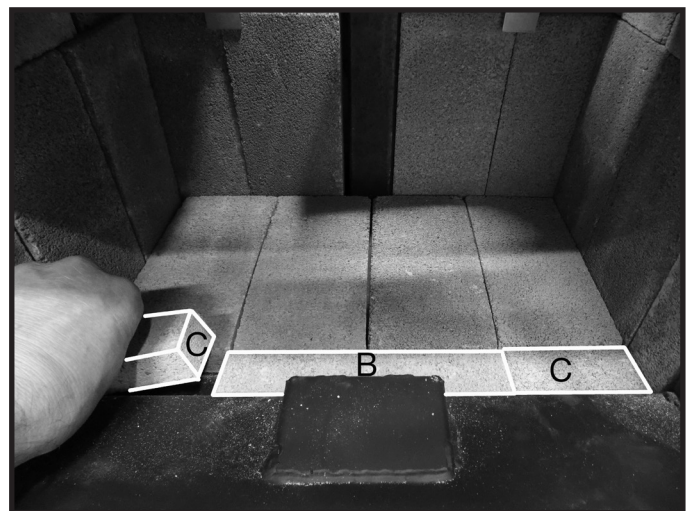

Figure 18: Briques avant étroites en place.
7. Placez la brique réfractaire "B" restante de sorte qu'elle soit bien en face et au centre, ajoutez une brique "C" de chaque côté. (à la Figure 18).